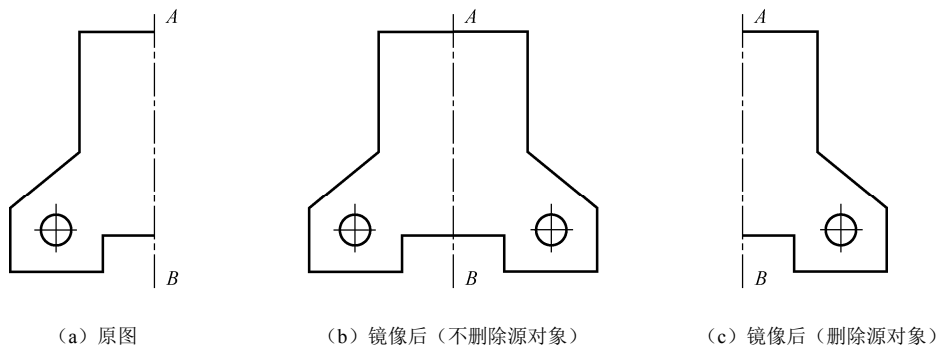

图 3-79 使用“镜像”命令复制对象
“镜像”命令可以将选中的对象沿一条指定的直线进行对称复制,源对象可删除也可以不删除,如图 3-79 所示。调用命令的方式如下。
① 功能区: 在“默认”选项卡下“修改”面板中单击“镜像”按钮  镜像。
② 菜单栏: 选择“修改”→“镜像”命令。
③ 工具栏: 在“修改”工具栏中单击“镜像”按钮 。
④ 键盘命令: 在命令行输入“MIRROR”或“MI”命令。
**例 3-10** 利用“镜像”命令以直线 AB 为镜像轴复制如图 3-79 (a) 所示的图形,使其如图 3-79 (b) 所示。